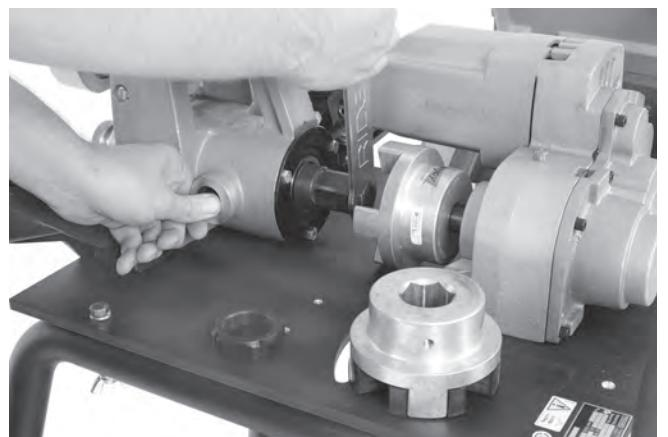

Figura 26 – Extracción del perno de tracción
6. Use la llave hexagonal de $\frac{15}{16}$ " del conjunto de llaves para aflojar el perno de tracción (*Figura 26*).